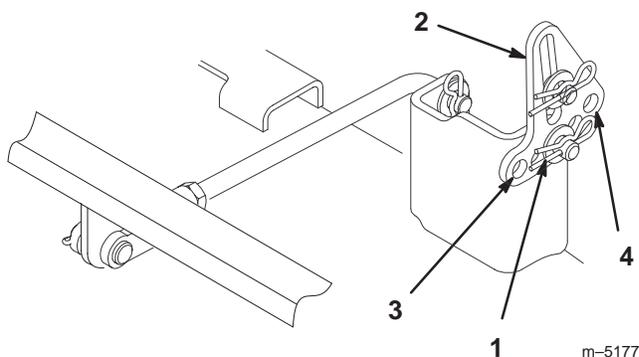

Figure 38
5. Enlevez la goupille fendue et la rondelle de l'une des pattes de mise à niveau (Fig. 38). Pour mettre les lames de niveau, fixez les pattes de mise à niveau dans un autre trou à l'aide de la rondelle et de la goupille fendue (Fig. 38). Utilisez un trou plus en avant pour réduire la hauteur de ce côté, ou un trou plus en arrière pour l'augmenter. Réglez les deux côtés selon les besoins.